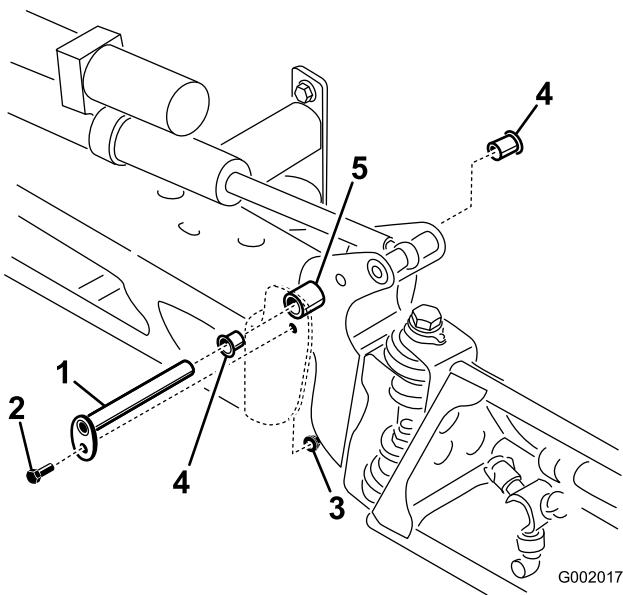

Bild 60
- Wenn das Gewicht des Auslegers abgestützt ist, nehmen Sie die Schraube und die Mutter ab, mit denen der Lagerbolzen am Ausleger befestigt ist (Bild 60). Nehmen Sie den Lagerbolzen ab.
5. Nehmen Sie die Nylonbüchsen vorne und hinten an der Schwenkhalterung ab und prüfen Sie sie (Bild 60). Ersetzen Sie beschädigte Büchsen.
7. Montieren Sie den Ausleger und die Schwenkhalterung im mittleren Rahmen und richten Sie die Öffnungen aus (Bild 60).